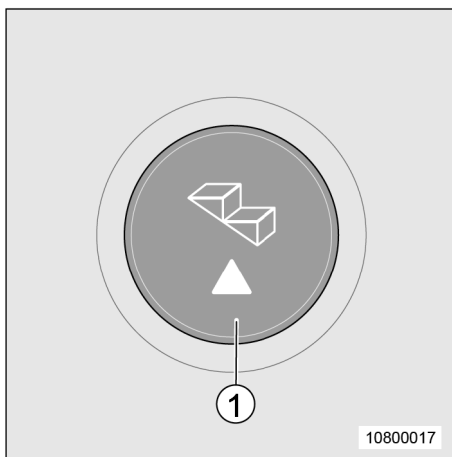

Fig. 16 Bouton-poussoir en cabine
1. Appuyer sur le bouton-poussoir (Fig. 16/1) et le marche-pied rentre complètement.